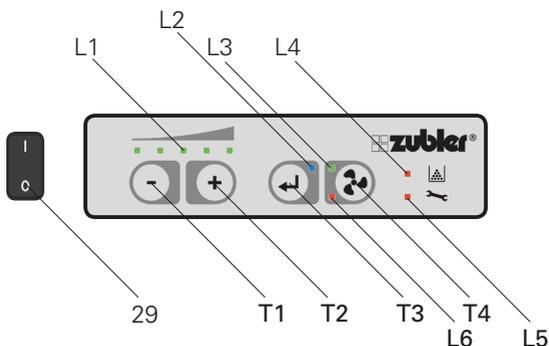

Abb. 13
■ Schalten Sie die Anlage am Hauptschalter 29 (Abb. 13), sowie Ihr Arbeitsgerät am zugehörigen Hauptschalter aus, um ein versehentliches Anlaufen zu vermeiden.